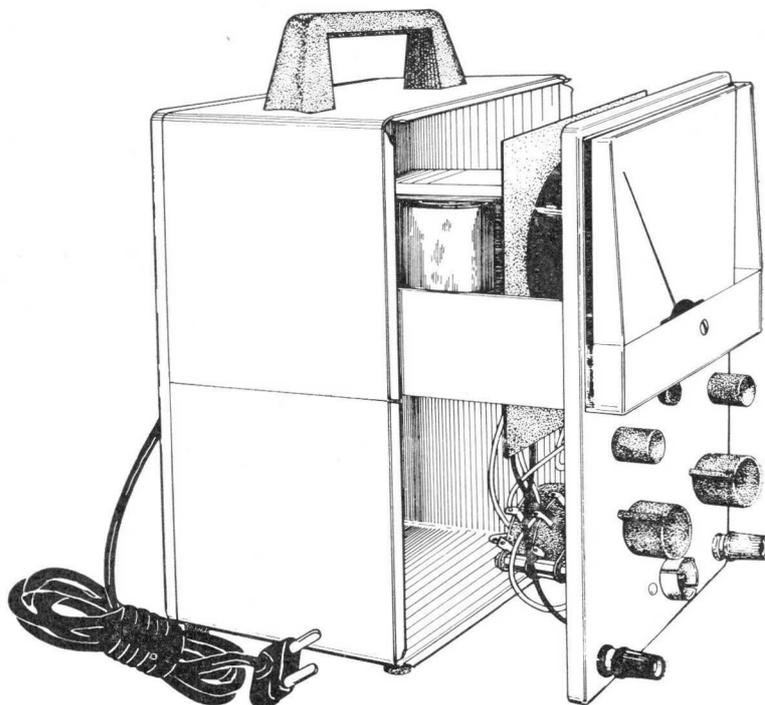

Figure 9.— Introduction de l'appareil dans le coffret
- ( ) Placer les deux petits boutons de commande, sans index, un sur chaque axe des potentiomètres «AJUSTE  $\Omega$ » (réglage  $\Omega$ ) et «AJUSTE 0» (réglage du zéro), en serrant les vis de fixation. Voir la figure 9.
- ( ) Tourner complètement l'axe du contacteur de fonctions vers la gauche, placer un bouton de commande avec index de manière à ce qu'il indique la position «DES» (deconnecté) et serrer sa vis de fixation. Observer la figure 9.
Se référer à la figure 9.
- ( ) Avec beaucoup de soin, placer l'appareil à l'intérieur du coffret en veillant à ce que le panneau avant s'encastre sur le rebord du coffret selon les indications de la figure 9.